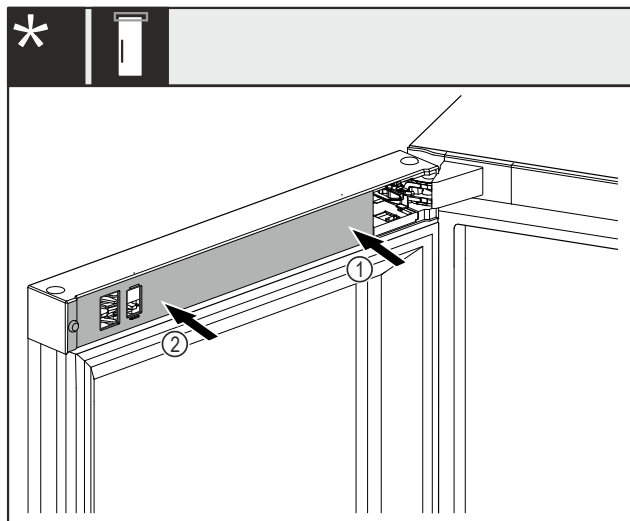

Fig. 46
- Nasadte kryt Fig. 46 (1) nejprve na stranu stojanu ložiska a zaklapněte jej.
- Nasadte kryt Fig. 46 (2) na vnější stranu a zaklapněte jej.